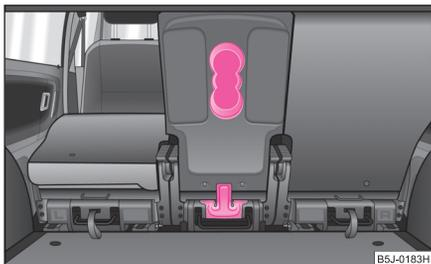

Abb. 88 Halter zur Befestigung
- Schieben Sie den Befestigungshalter ⇒ Abb. 88 von hinten zwischen Sitzfläche und Sitzlehne, richten Sie anschließend die Sitzlehne in die senkrechte Stellung auf.